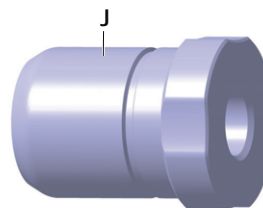

Afb. 10 Montage van het Aesculap sterapparaat op de S⁴C geleidingshuls voor schroeven met een gladde schacht
- Draai de knop 6 op de S⁴C handgreep van de S⁴C geleidingshuls I los en draai het Aesculap sterapparaat H naar de gewenste positie om ervoor te zorgen dat de camera een onbeperkt zicht heeft op de reflecterende markeringsbolletjes, zie Afb. 10.